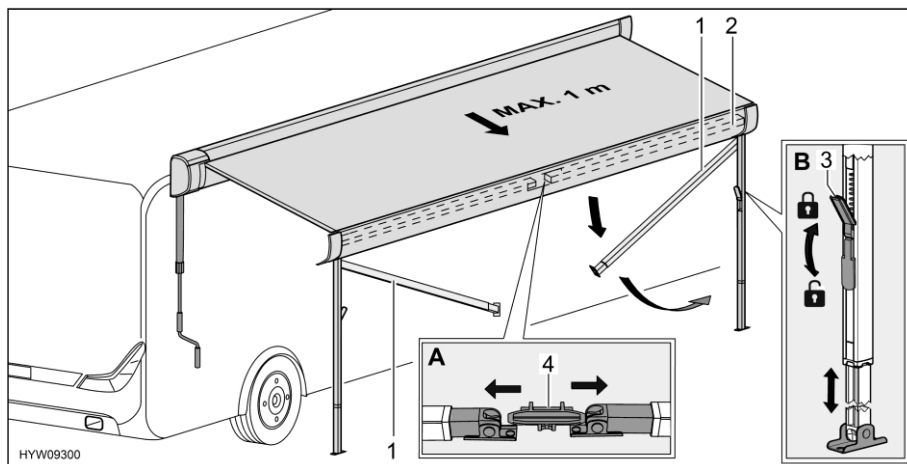

Fig. 26 Préparer les pieds d'appui
- Détacher les pieds d'appui (Fig. 26,1) de sur leur support (Fig. 26,4) situé dans le listeau frontal (Fig. 26,2). Pousser pour ce faire légèrement les pieds d'appui vers l'extérieur (Fig. 26,A).
- Débloquer les dispositifs de verrouillage (Fig. 26,3) des pieds d'appui. Pour ce faire, rabattre le levier de verrouillage vers le bas.
- Faire sortir la partie inférieure des pieds d'appui à la longueur désirée (Fig. 26,B).
- Bloquer les dispositifs de verrouillages (Fig. 26,3) des pieds d'appui. Pour ce faire, rabattre le levier de verrouillage vers le haut.